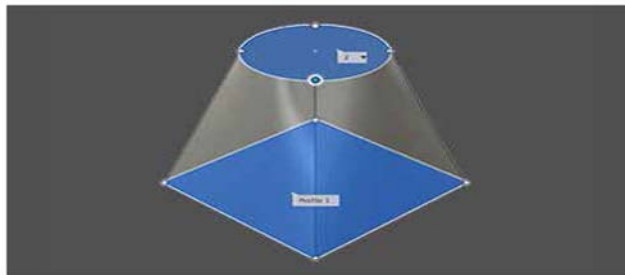

图 2-47
(4) **放样**: 在两个或更多草图轮廓或平整面之间创建过渡形状。选择一系列草图轮廓或平整面以定义形状, 选择轨道或中心线以引导形状, 如图 2-47 所示。